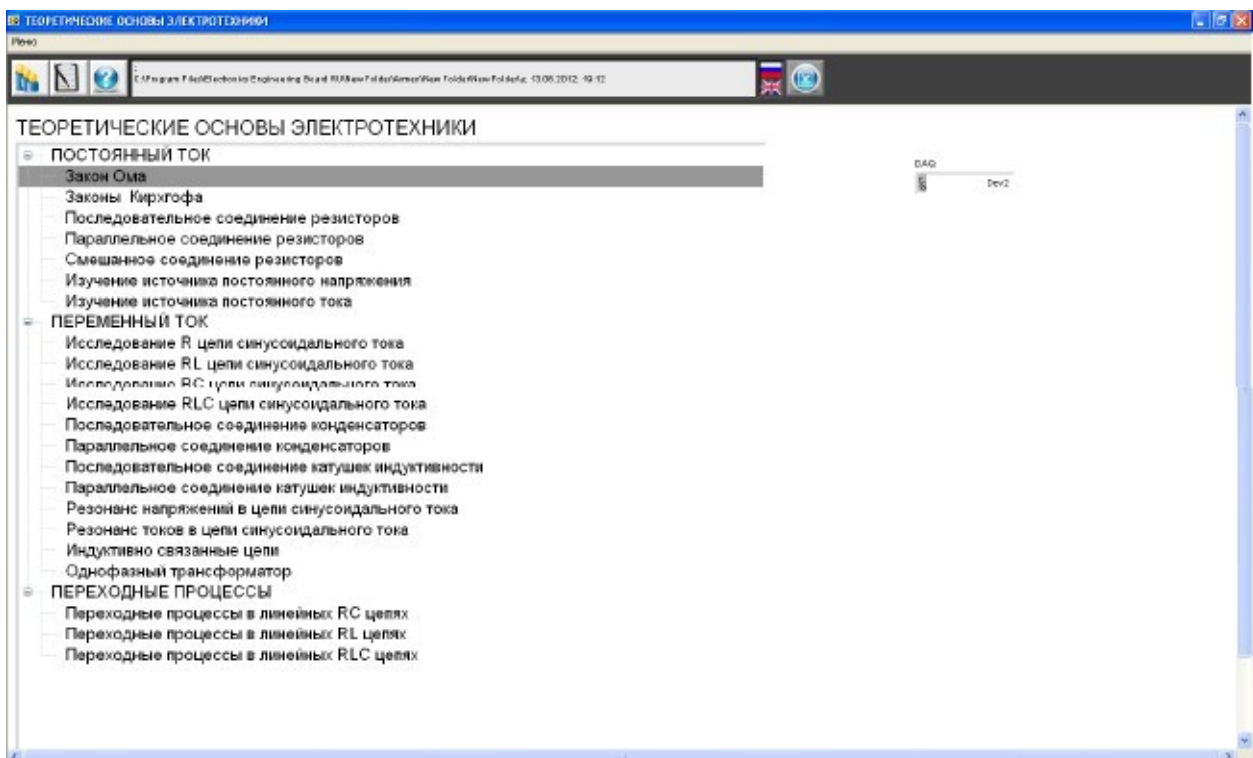
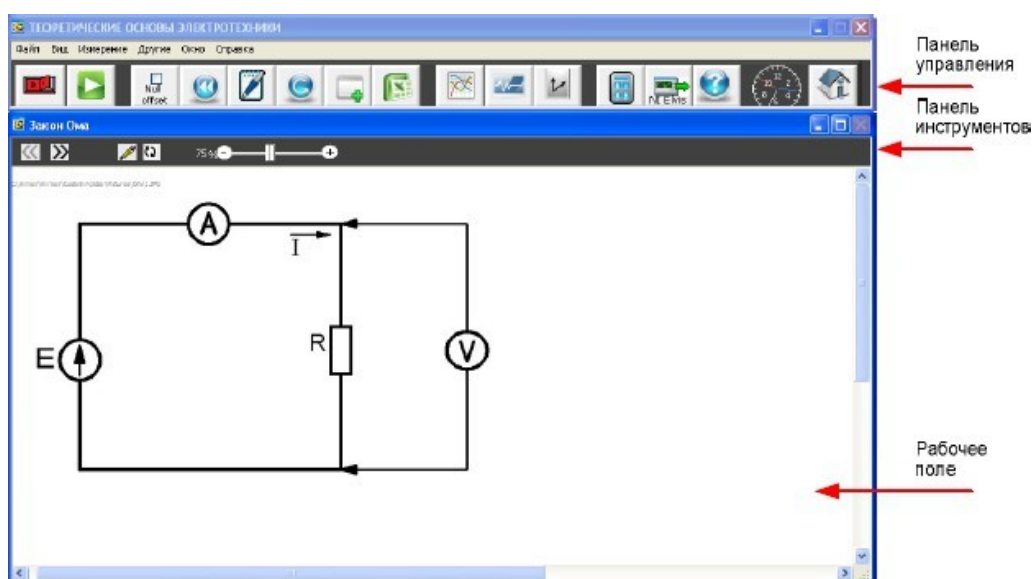

Рисунок 1.20 – Окно главного меню
Рисунок 1.21 – Лицевая панель эксперимента «Закон Ома»
После входа в программу откроется **главное** меню (рисунок 1.20). Переход к выбранной лабораторной работе производится двойным щелчком по соответствующей строке меню.
Лабораторная работа №1 «**Исследование линейных цепей постоянного тока**» будет содержать четыре эксперимента из главного меню рисунок 1.20: «Закон Ома», «Законы Кирхгофа»; «Изучения источника постоянного напряжения», «Изучения источника постоянного тока».
3. Из главного меню (рисунок 1.20) двойным щелчком выберите эксперимент «**Закон Ома**». На рисунке 1.21 показано окно данного эксперимента. Окно состоит из главного меню, панели управления и рабочего поля (рисунок 1.21).
В результате будет доступно **Главное меню** (рисунок 1.20).